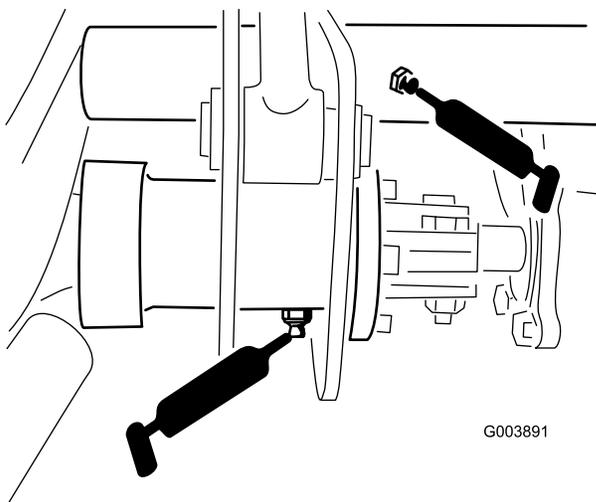

Figura 44
- 5 raccordi sui perni dei bracci di sollevamento (Figura 44)
- 1 raccordo sulla frizione dell'albero di trasmissione (Figura 44)